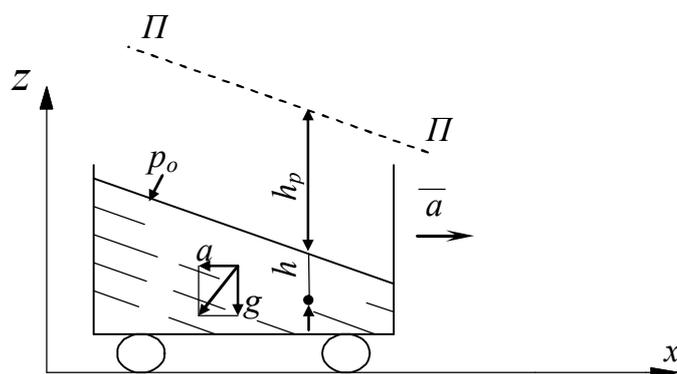

Рисунок 2.6 — Относительный покой жидкости, находящейся в резервуаре, движущемся в горизонтальном направлении с постоянным ускорением
2.4.1. При движении резервуара в горизонтальном направлении с постоянным ускорением (см. рис. 2.6) на жидкость, находящуюся в нем,
если давление на свободной поверхности $p_o > p_{атм}$ (см. рис. 2.6), или на глубине